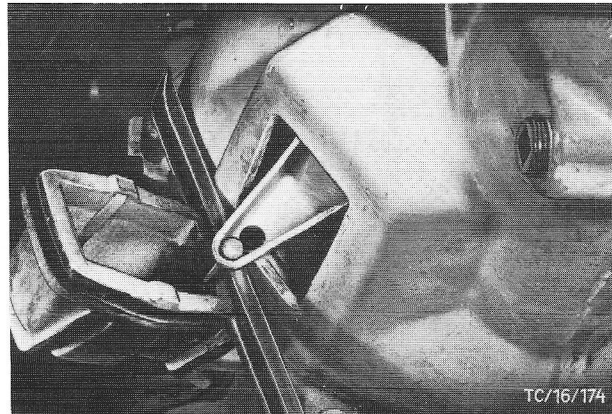

Fig.196 Koppelingkabel in koppelingvork haken.
6. Monteer de sierplaat op het instrumentenbord en haak de koppelingkabel in de koppelingvork (fig.196). Druk de stofkap op zijn plaats.